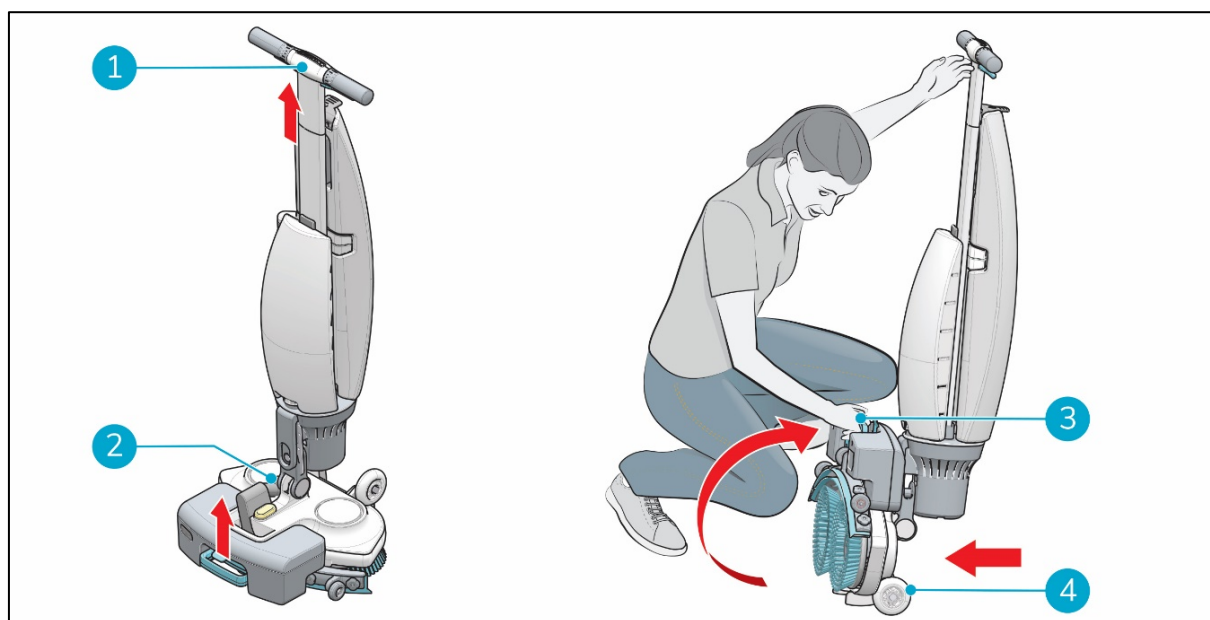

Abbildung 5
1. Achten Sie darauf, dass der Saugschlauch (Figure 5, Pos. 2) in das Gerät geschoben und nicht gequetscht wird.
2. Gehen Sie in die Hocke und halten Sie den Griff (Figure 5, Pos. 1) mit einer Hand und das Bürstendeck (Figure 5, Pos. 3) mit der anderen Hand.
3. Heben Sie das Bürstendeck langsam an, bis es auf den Vorderrädern steht (Figure 5, Pos. 4). Ziehen Sie das Gerätegehäuse zum Bürstendeck, bis es in der Parkposition einrastet.